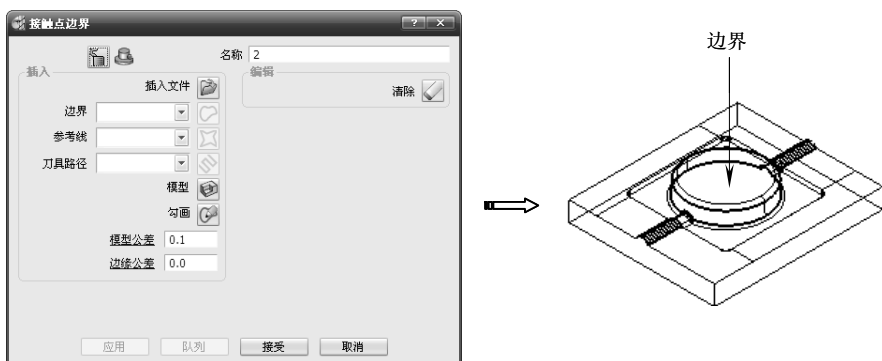

图 3-167 创建的接触点边界
2) 在“PowerMILL 资源管理器”中选中“边界”选项, 单击鼠标右键, 在弹出的快捷菜单中依次选择“定义边界”→“接触点”命令, 弹出“接触点边界”对话框, 单击“模型”按钮创建边界, 单击“接受”按钮关闭对话框, 创建的接触点边界结果如图 3-167 所示。